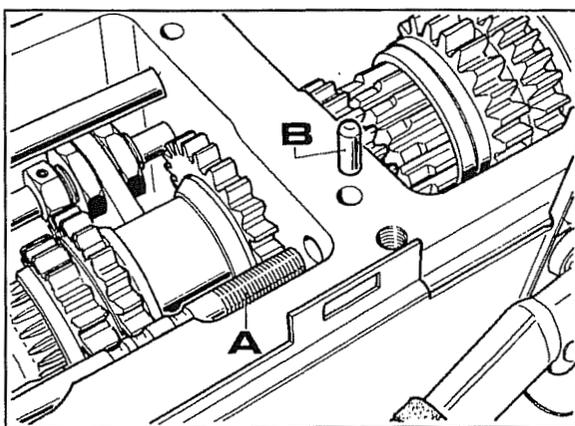

Fig. 7
- 1 Desbloquear la varilla reductor mediante las tuercas **A** fig. 4, luego extraerla hacia atrás. Quitar el perno **B** como se ve en la fig. 7.